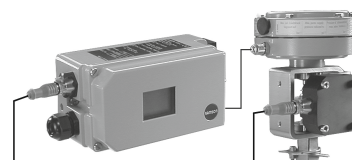

Bild 4: Typ 3730-6
- Externer Positionssensor (Bild 4)